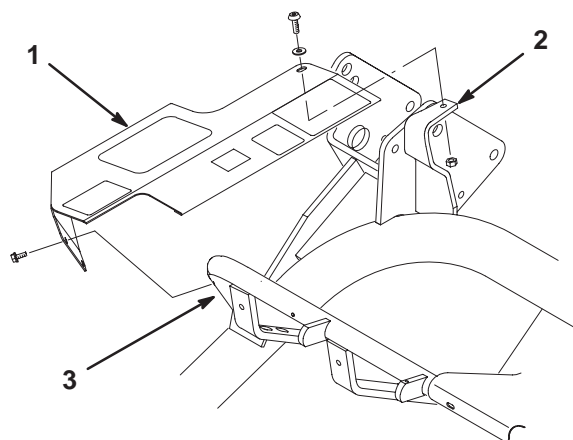

Bild 6
1. Richten Sie die Befestigungslöcher der Abdeckung mit den Löchern im Chassisrohr und der Befestigungshalterung aus (Bild 6).
2. Befestigen Sie das hintere Ende der Abdeckung mit einer Innensechskantschraube (1/4 x 3/4 Zoll), einer Scheibe (1/4 Zoll) und einer Sicherungsmutter (1/4 Zoll) lose oben an der Befestigungshalterung (Bild 6).
3. Befestigen Sie das vordere Ende der Abdeckung mit zwei Blechschrauben lose am Chassisrohr (Bild 6). Ziehen Sie alle Befestigungsschrauben der Abdeckung an.